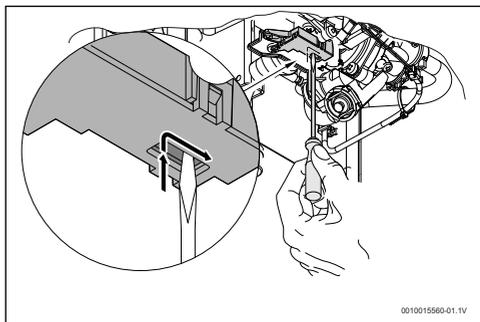

Fig. 23 Remettre le micro-interrupteur en place
- ▶ Positionner le micro-interrupteur selon la figure 23.